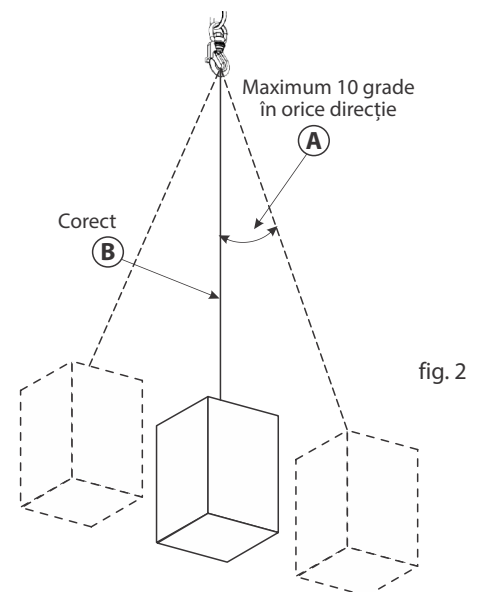

fig. 2
- palanul este poziționat central față de sarcină pe axa verticală (fig. 2);